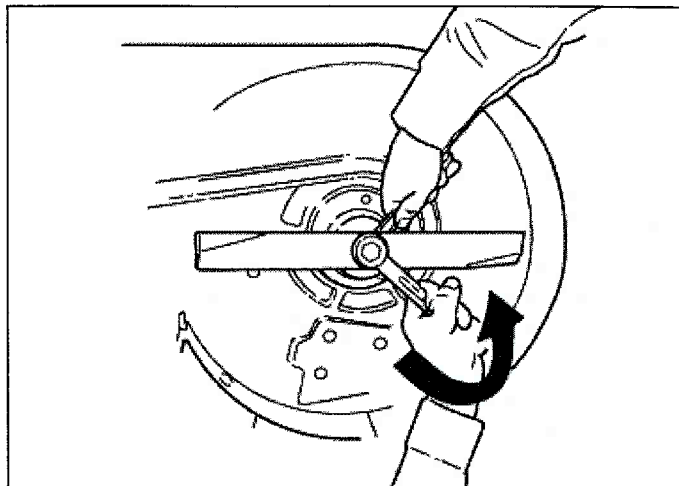

Figure 7. Enlèvement de la lame
- Pour enlever la lame pour l'affûter, se servir d'une clé d'un pouce (2,54 cm) sur le plat du mandrin pendant que vous enlevez le boulon de montage avec une clé de 15/16e de pouce (Figure 7).